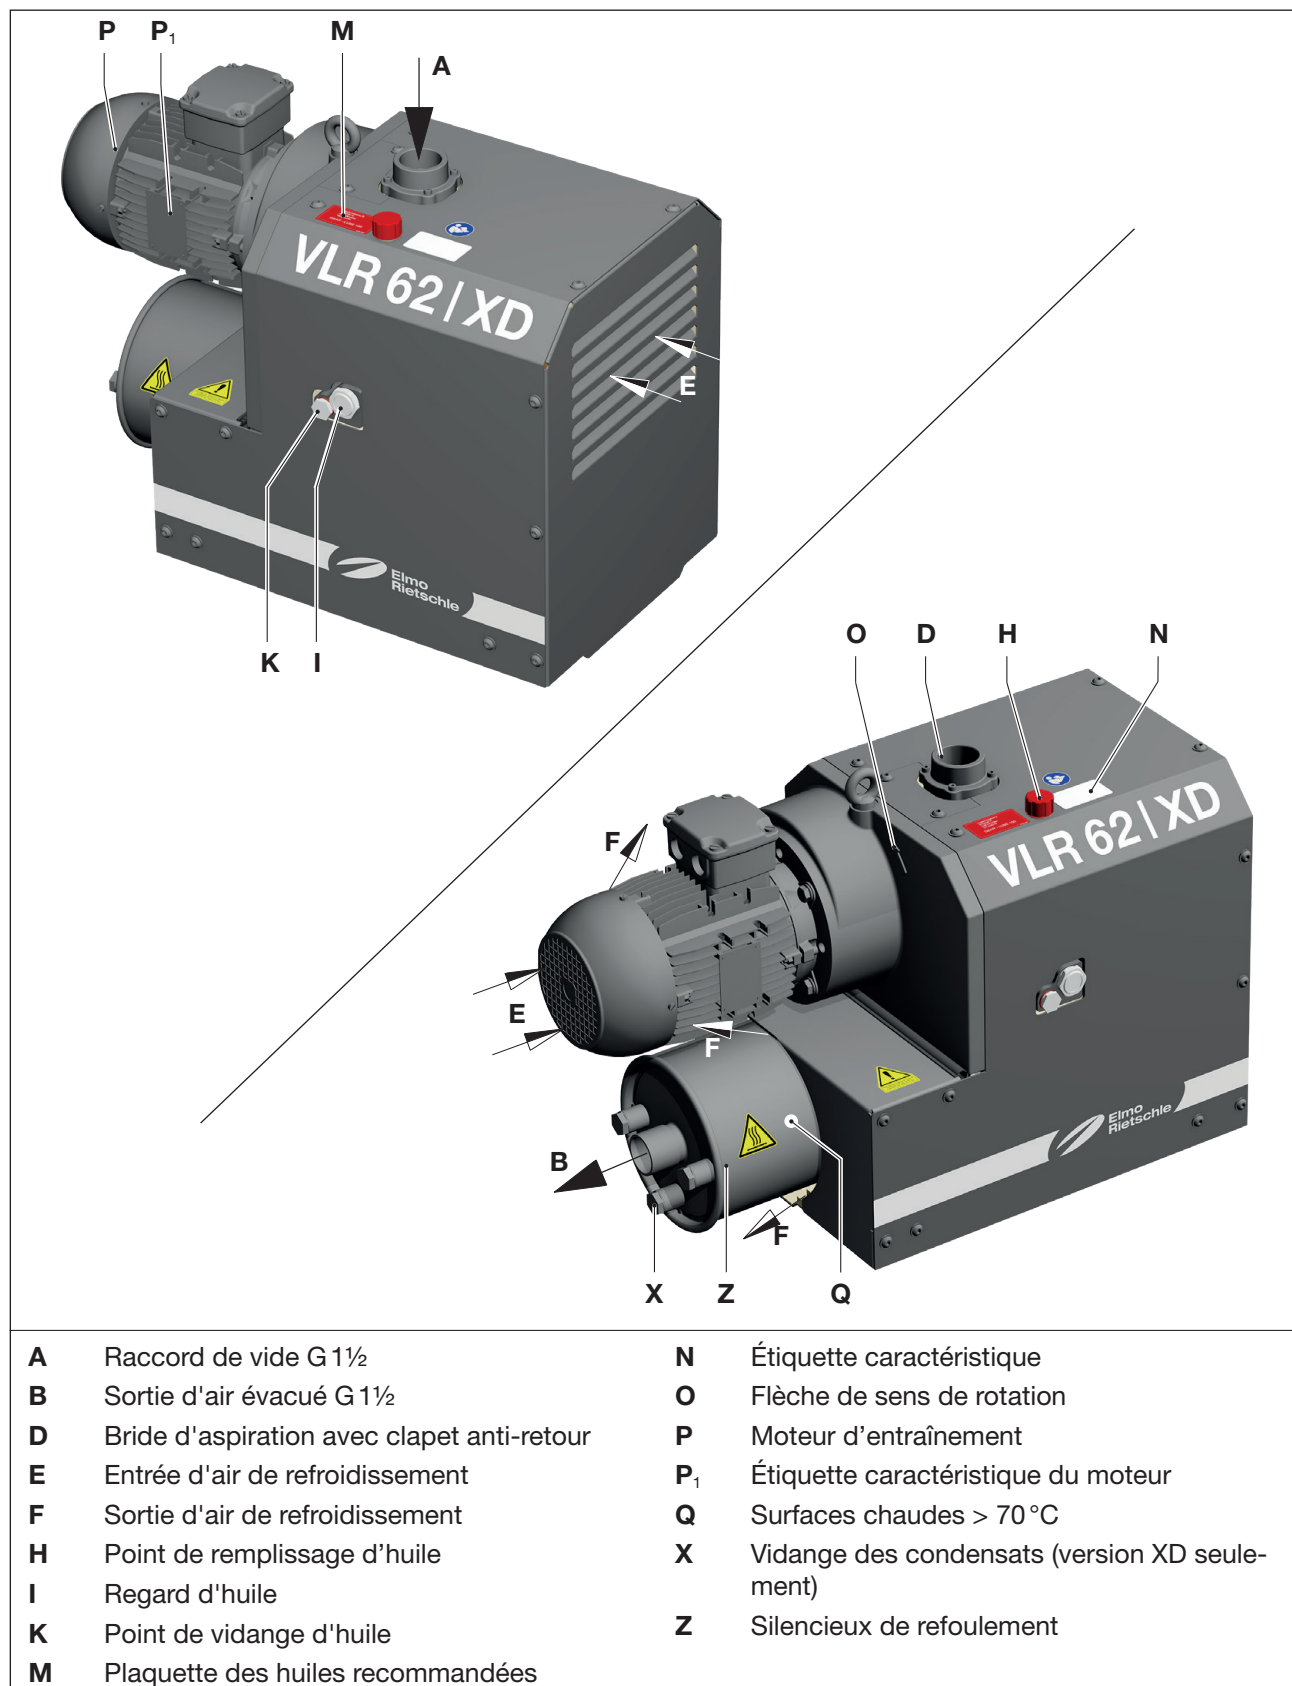
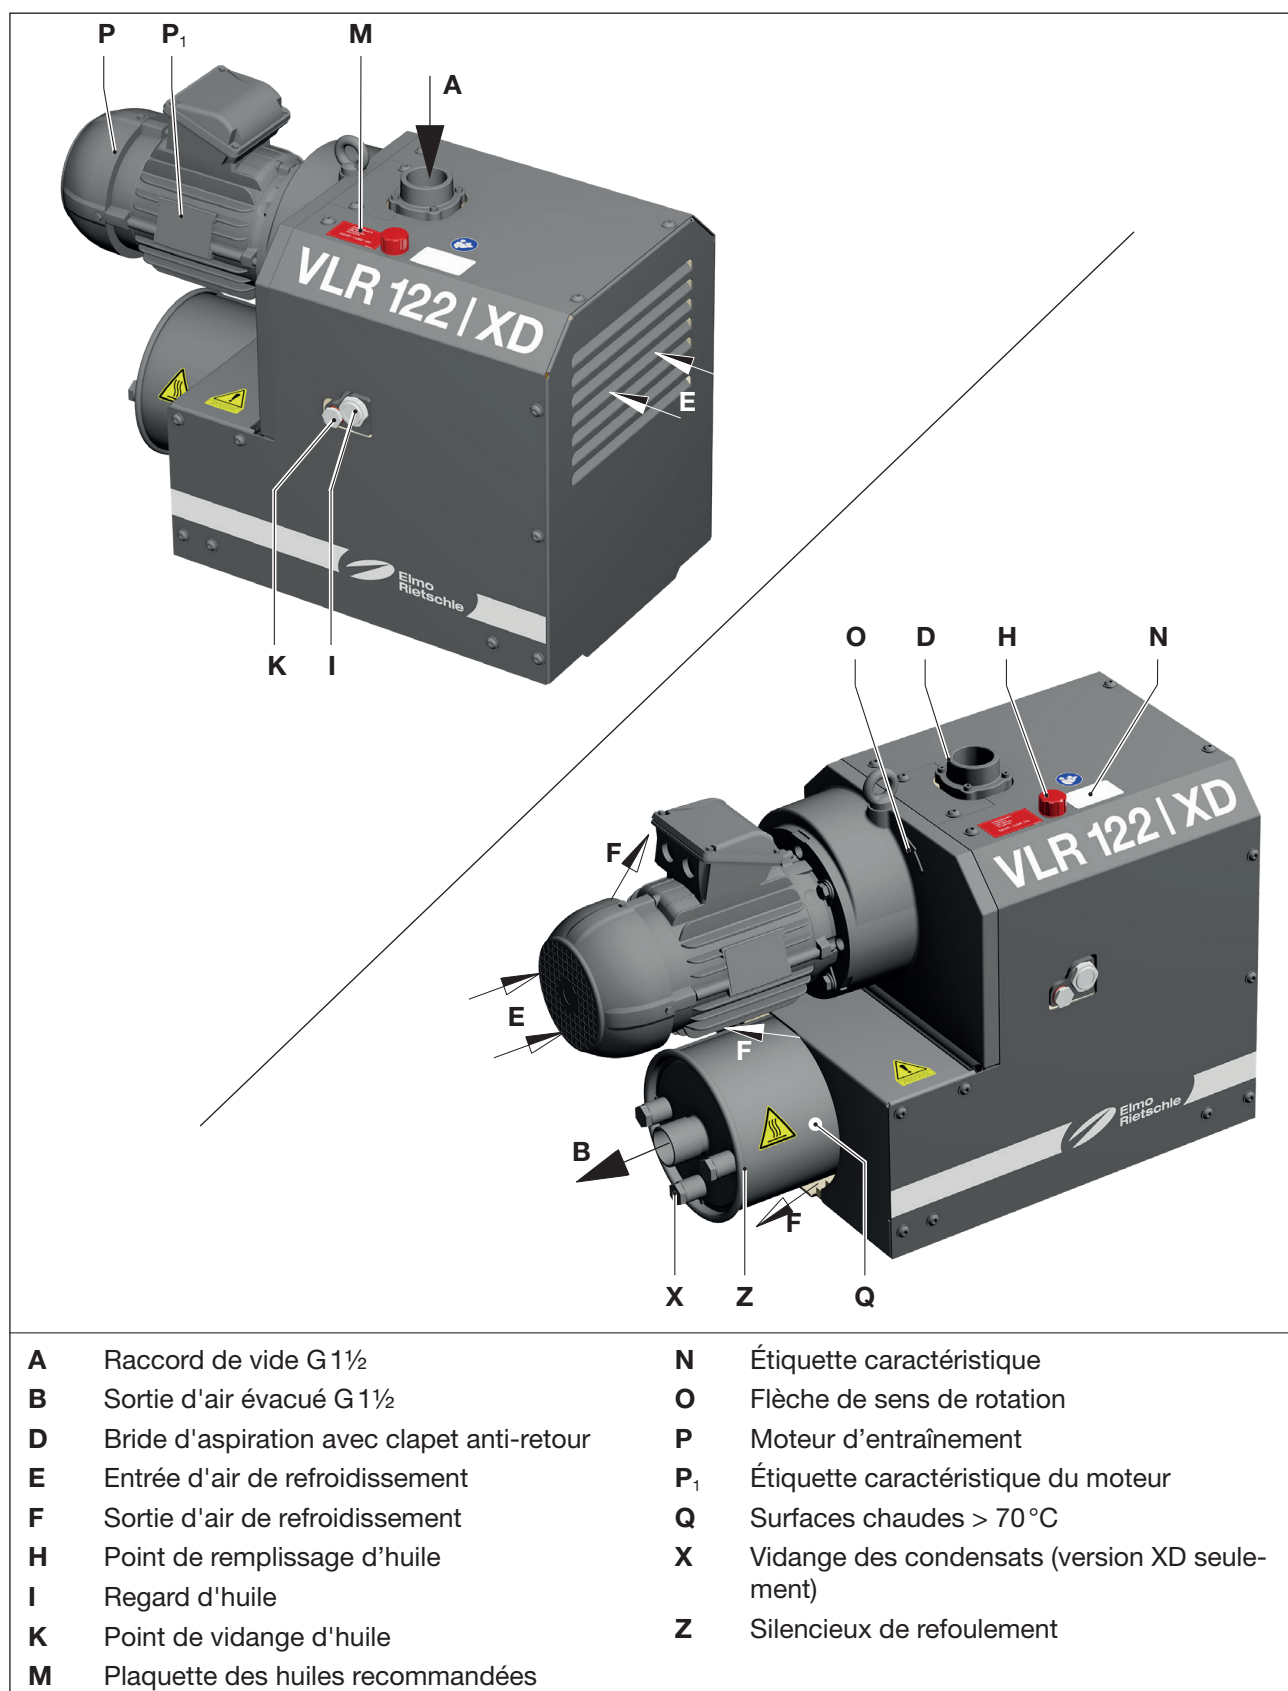

Fig. 2 Pompe à vide C-VLR 62 XD avec refroidissement actif (CD identique)
Fig. 3 Pompe à vide C-VLR 122 XD avec refroidissement actif (CD identique)
Le VLR xx2 est encapsulé sous un capot insonorisant. Afin de dissiper la chaleur du compresseur, l'air de refroidissement est aspiré à l'aide d'un ventilateur à tambour aspirant l'air frais de refroidissement (Fig. 2-Fig. 3/E) et soufflant l'air réchauffé à la sortie de l'air de refroidissement (Fig. 2-Fig. 3/F) entre le compresseur et le capot. L'entraînement est assuré via un accouplement par des moteurs triphasés normalisés bridés.
Le VLR xx2 est muni côté aspiration d'une bride de raccordement et côté refoulement d'un silencieux de refoulement (Fig. 2-Fig. 3/Z). Un clapet antiretour intégré empêche le retour de gaz côté aspiration à l'arrêt de la pompe. Ce clapet anti-retour contient un filtre crépine pour empêcher des dommages liés aux impuretés. Un limiteur de vide est intégré dans la machine selon la variante mécanique.
- L'orifice de remplissage d'huile (Fig. 2- 3/H), le regard de l'huile (Fig. 2- 3/I) et la vidange de l'huile (Fig. 2- 3/K) doivent être facilement accessibles.
- a) Retirez les obturateurs du raccord de vide (Fig. 2- 3/A) et de la sortie de l'air évacué (Fig. 2- 3/B).
- b) Raccordez la tuyauterie au raccord de vide (Fig. 2- 3/A).
- c) L'air aspiré peut être refoulé soit à la sortie de l'air évacué (Fig. 2- 3/B) sur le silencieux de refoulement (Fig. 2- 3/Z) soit par le biais d'un flexible ou d'une tuyauterie.
- a) Contrôlez le niveau d'huile de lubrification (Fig. 2- 3/I) et faites l'appoint si nécessaire.
- b) Versez l'huile de lubrification pour pignons et paliers par le point de remplissage de l'huile (Fig. 2- 3/H) jusqu'au centre du regard (Fig. 2- 3/I) .